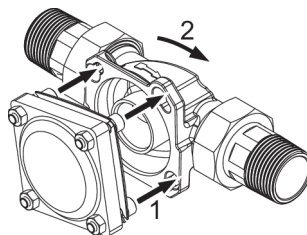
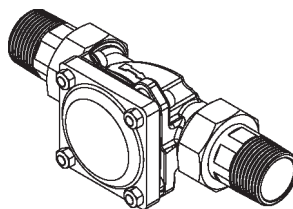

Abb. 4: Gerät ansetzen und einrasten
Abb. 5: Geräteanschluss eingerastet
- 1. Die Köpfe der vier Flanschschrauben durch die Bajonettbohrungen am Einbaudrehflansch stecken (siehe Abbildung 4).
- 2. Das Gerät im Uhrzeigersinn bis zum Anschlag drehen (siehe Abbildung 4 und Abbildung 5).